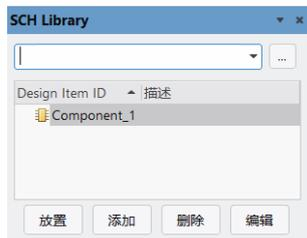

图 5-10 新建库元件
(1) 执行【文件】|【新的】|【库】|【原理图库】命令，启动原理图库文件编辑器，新建一个原理图库文件，命名为 R Radar.SchLib。在新建原理图库的同时，系统已自动为该库添加了一个默认名为 Component_1 的库元件，打开【SCH Library】面板即可以看到，如图 5-10 所示。
(2) 执行【工具】|【文档选项】命令，在 Library Options 【Properties】 属性面板中进行工作区参数设置。